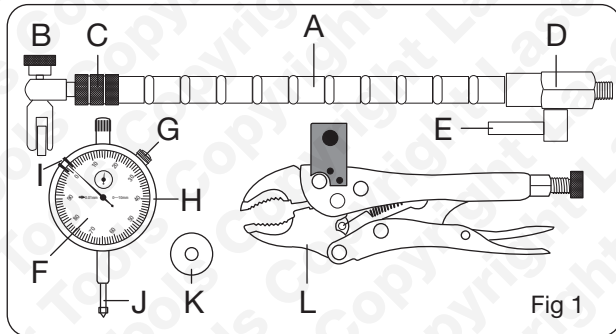

Fig 1
- Ponga el indicador de dial a cero; para ello, gire primero el disco de freno hasta que se indique la lectura más baja; a continuación, afloje el tornillo de bloqueo del bisel (G) y gire el bisel exterior (H) para alinear la aguja con el cero. Luego, apriete el tornillo de bloqueo del bisel (G). Fig. 1 y 3.
- Los marcadores (I) pueden moverse para marcar los dos extremos del movimiento que hace la aguja, e indican el desgaste del disco. También puede ajustar los marcadores a la lectura máxima que recomiende el fabricante y girar el disco. Si la aguja permanece dentro de los marcadores, el desgaste del disco es aceptable.